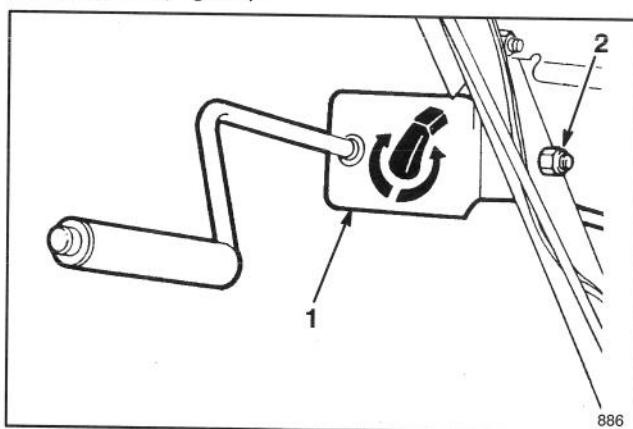

Figure 10
1. Fixez le support et la tige de commande de l'éjecteur sur le côté gauche du mancheron à l'aide de la vis à tête et de l'écrou de blocage. Laissez l'écrou desserré jusqu'à ce que l'ensemble soit complètement monté (Fig. 10).
4. Serrez ensuite l'écrou de blocage qui fixe le support de la tige de commande d'éjecteur au manchon gauche (Fig. 10).